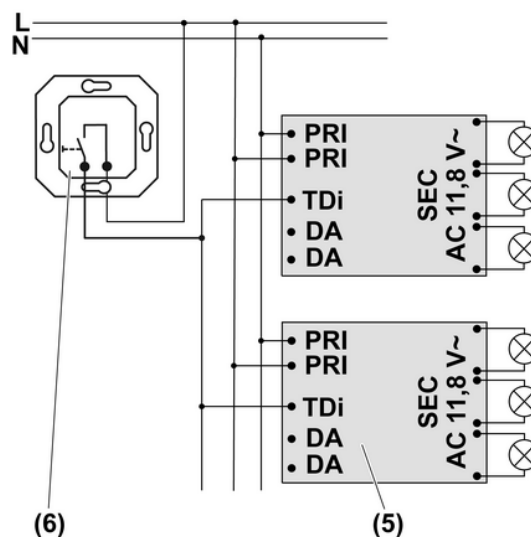

Figure 5: Schéma de raccordement avec poussoir d'installation
- Raccorder le transformateur (5) et le poussoir d'installation avec contact normalement ouvert (6) conformément au schéma de raccordement (figure 5).